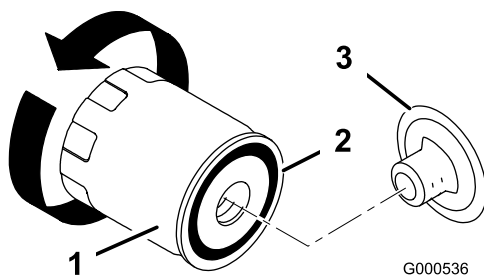

Bild 37
- Wechseln Sie den Ölfilter bei Bedarf (Bild 37).
- Entfernen Sie den Altfilter und wischen die Dichtfläche am Anbaustutzen (Bild 37) ab.
- Ölen Sie die Gummidichtung am Ersatzfilter (Bild 37) leicht mit Frischöl ein.
- Setzen Sie den Ersatzölfilter auf den Anbaustutzen auf. Drehen Sie den Ölfilter nach rechts, bis die Gummidichtung den Anbaustutzen berührt. Ziehen Sie ihn dann um eine weitere 1/2 bis 3/4 Umdrehung fest (Bild 37).